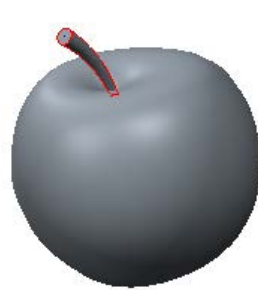

图 3-76 扫描混合特征
- 退出草绘环境后，单击操控板上的“应用”按钮, 完成扫描混合特征的创建，结果如图 3-76 所示。